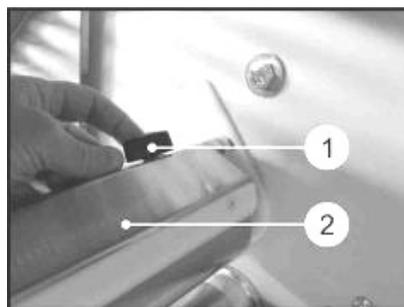

Рисунок 16
- Полностью отвинтите 3 защёлки из.1 Рисунок 16, которые фиксируют скребок, извлеките их
- Извлеките скребок из. 2 Рисунок 16, поднимите его вверх и произведите очистку.